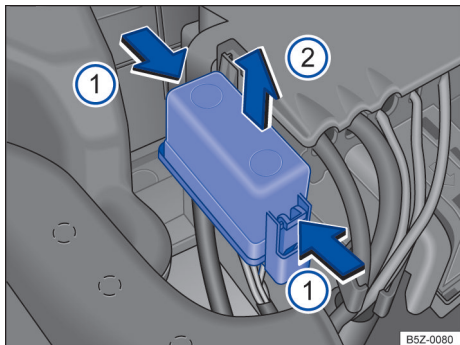

Fig. 129 No compartimento do motor: retirar cobertura da caixa de fusíveis.
- Pressionar as travas no sentido da seta ① para destravar a cobertura da caixa de fusíveis → Fig. 129.
- Remover a cobertura por cima ②.
- Para a **instalação**, colocar a cobertura sobre a caixa de fusíveis. Pressionar a cobertura para baixo, no sentido contrário ao da seta ②, até que trave de forma audível.